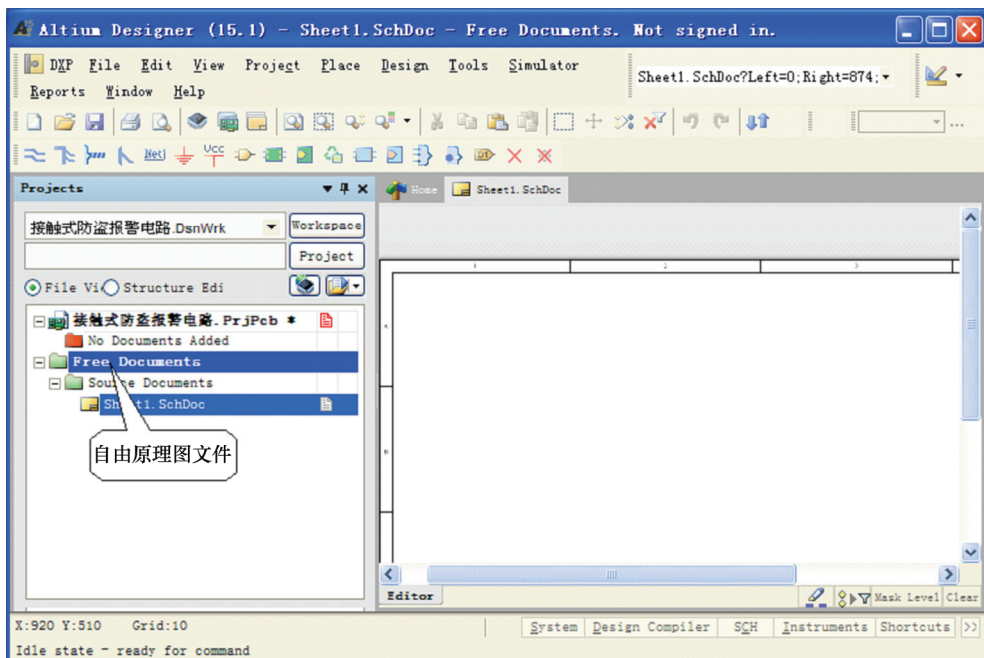

图 1-33 添加原理图文件
(1) 执行菜单命令【File】→【New】→【Schematic】，一个名为“Sheet1.SchDoc”的原理图图纸即出现在编辑窗口中，并以自由文件出现在【Projects】面板的工作区中，如图 1-33 所示。